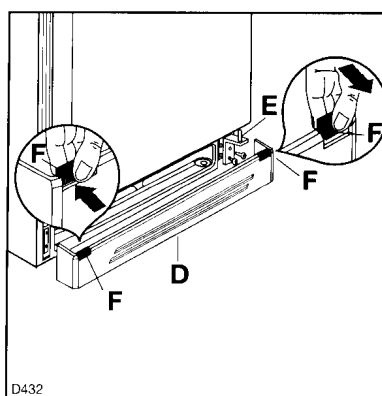

Fig. 2
Otez la grille d'aération (D-Fig. 2) qui est fixée par un ressort.
Démontez la charnière inférieure (E-Fig. 2) en dévissant les deux vis de fixation.
Vissez la charnière inférieure (E-Fig. 2) sur le côté opposé en utilisant les vis ôtées préalablement.
Détachez le cache-trou (F-Fig. 2) de la grille d'aération (D) et montez-le sur l'ouverture de l'autre côté, restée libre.